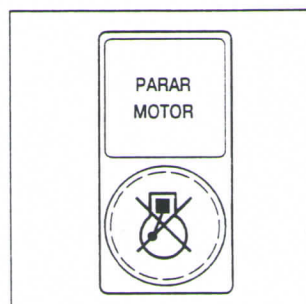

Fig. 55/1
- Acione o botão *Parar motor* (Fig. 55/1).